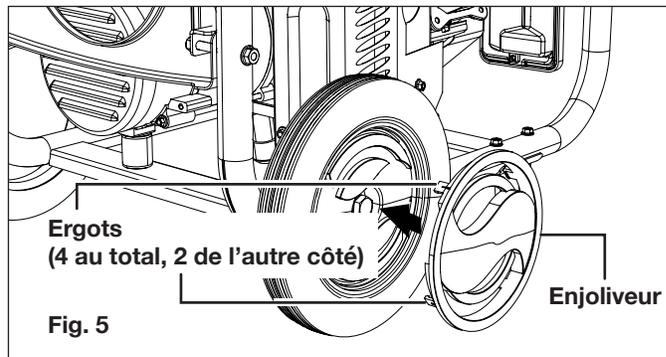

Fig. 5
- Insérez les quatre ergots sur l'enjoliveur en S dans les fentes pratiquées dans la roue. Poussez franchement sur l'enjoliveur pour l'attacher (Fig. 5)